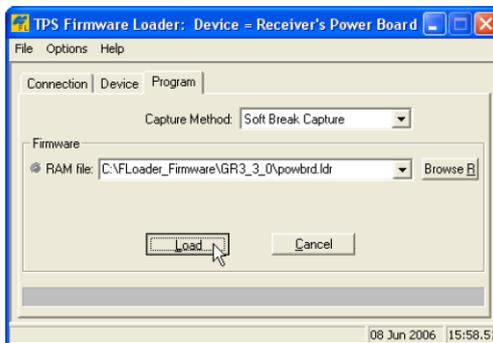

Figura 5-22. Impostazioni scheda Program
6. Fare clic sulla scheda **Program** e impostare *Capture Method* su "Soft Break Capture" (consigliato) (Figura 5-22).
7. Sfogliare e selezionare il file RAM della scheda di alimentazione (Figura 5-22).